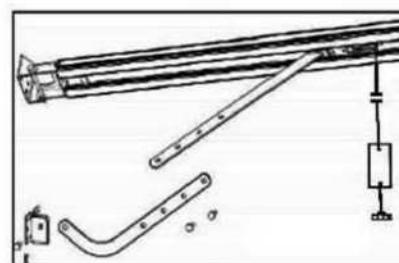

Fig.8
4. Sujete el Brazo "L" al Soporte del Portón con Tornillos y Tuercas. Fije un Extremo del Brazo Recto al Carro del Riel y el otro Extremo al Brazo "L" y Compruebe que el Brazo del Portón se Mueve Librementemente. (Fig.8)